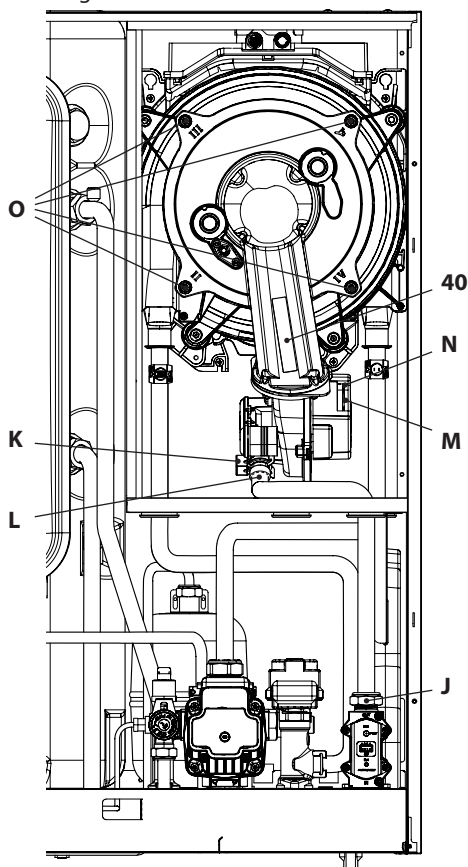

Figura 9.14
Rimozione del gruppo bruciatore ventilatore 40 in Figura 9.14.
- Scollegare il connettore M tirandolo verso il basso (Figura 9.14).
- Scollegare il connettore del ventilatore N tirandolo verso il basso (Figura 9.14).
- Svitare i dadi **O** e rimuovere il gruppo bruciatore ventilatore 40 (Figura 9.14)